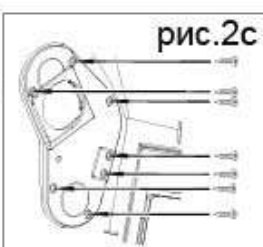

рис.2c
- Закрепите внутреннюю часть управления семи винтами (см рис.2c).